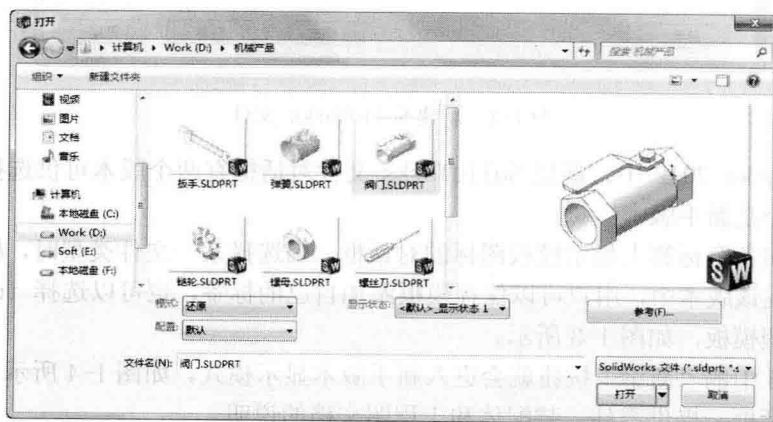

图 1-5 “打开”对话框
① 系统打开如图 1-5 所示的“打开”对话框。在对话框中的“文件类型”下拉菜单用于选择文件的类型, 选择不同的文件类型, 在对话框中会显示文件夹中对应文件类型的文件。选择“预览”选项, 选择的文件就会显示在对话框中“预览”窗口中, 但是并不打开该文件。